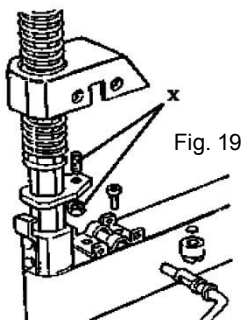

Fig. 19
- Justera de två muttrarna på låsplattan. (Fig. 19)